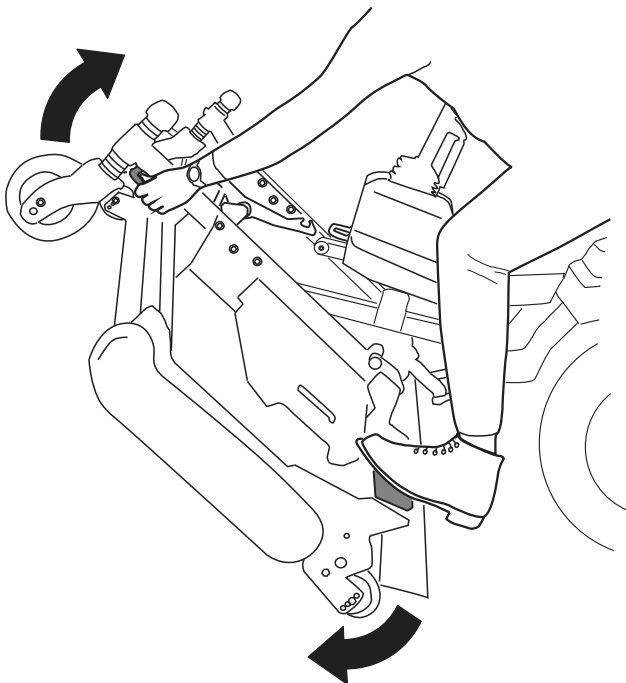
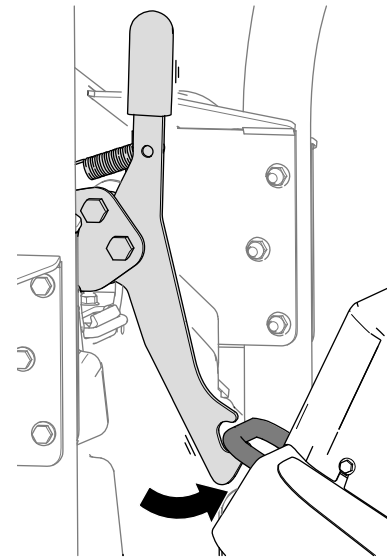
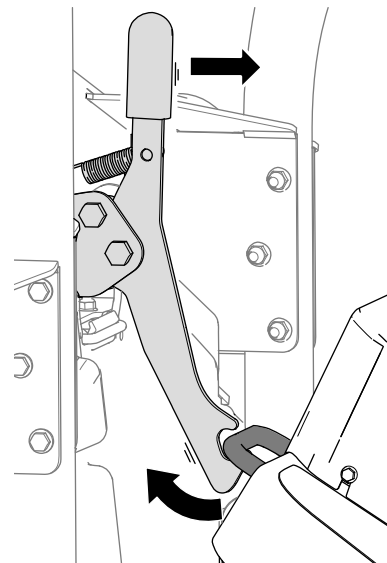

Figura 39
Figura 40
Figura 41
- Gire la unidad de corte (Figura 39) hasta que el cierre se enganche en el soporte de amarre (Figura 40).
- Desenganche el cierre de la unidad de corte del soporte de amarre (Figura 41) girando la unidad de corte ligeramente hacia adelante (consulte Figura 39) y tirando hacia adelante de la palanca del cierre.